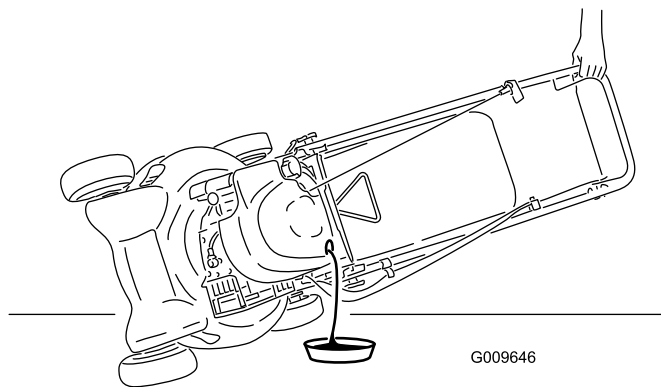

Figure 22
- Inclinez la tondeuse sur le côté (jauge en bas) pour vidanger l'huile usagée par le goulot de remplissage (Figure 22).